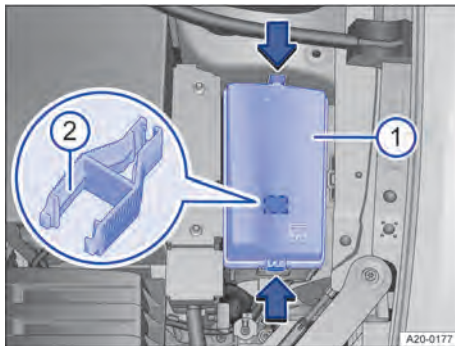

Abb. 189 Im Frontraum: Sicherungskasten mit Kunststoffzange.
- ① Sicherungskasten.
- ② Kunststoffzange.
Im Sicherungskasten kann sich eine Kunststoffzange zum Herausziehen von Sicherungen befinden → Abb. 189 ②.
2. Zum Entriegeln die Verriegelungen in Pfeilrichtung drücken → Abb. 189.
3. Abdeckung nach oben abnehmen → Abb. 189 ①.